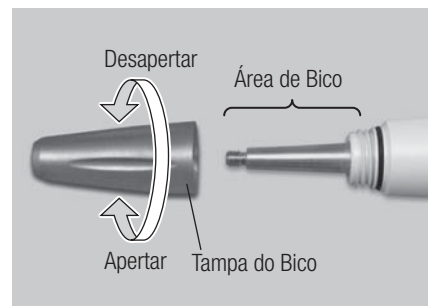

Fig.26
- 2) Elimine quaisquer contaminantes do interior da área do bico com uma escova macia. (Não utilize uma escova metálica). Limpe com um pano embebido em álcool (Fig. 26).